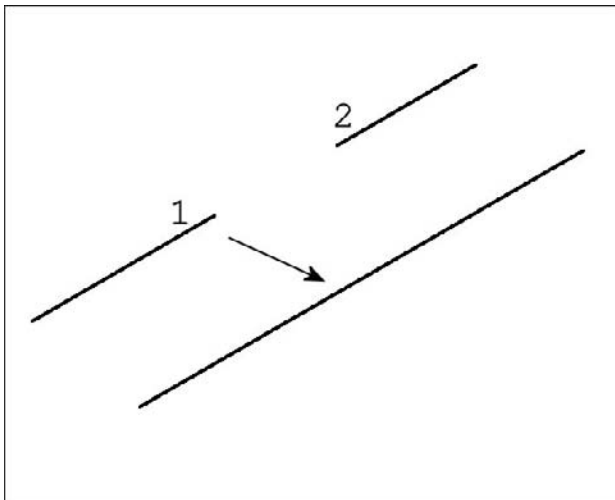

Fig.6.19
- 1 Exécuter la commande de jonction à l'aide d'une des méthodes suivantes (fig.6.19) :